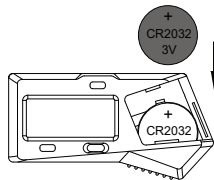

Abb.2
- Legen Sie eine CR2032-Batterie so ein, dass die positive Seite der Batterie nach außen zeigt (Abb.2).